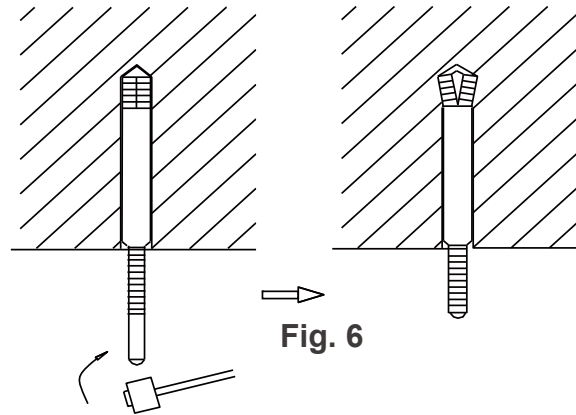

Fig. 6
2. Sätt in bultarna i borrhålen och slå in dom helt med en hammare. (Fig. 6).